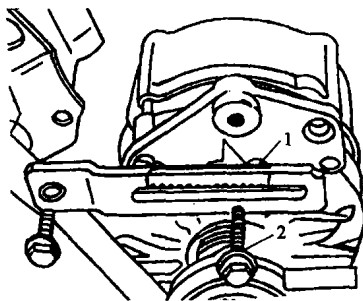
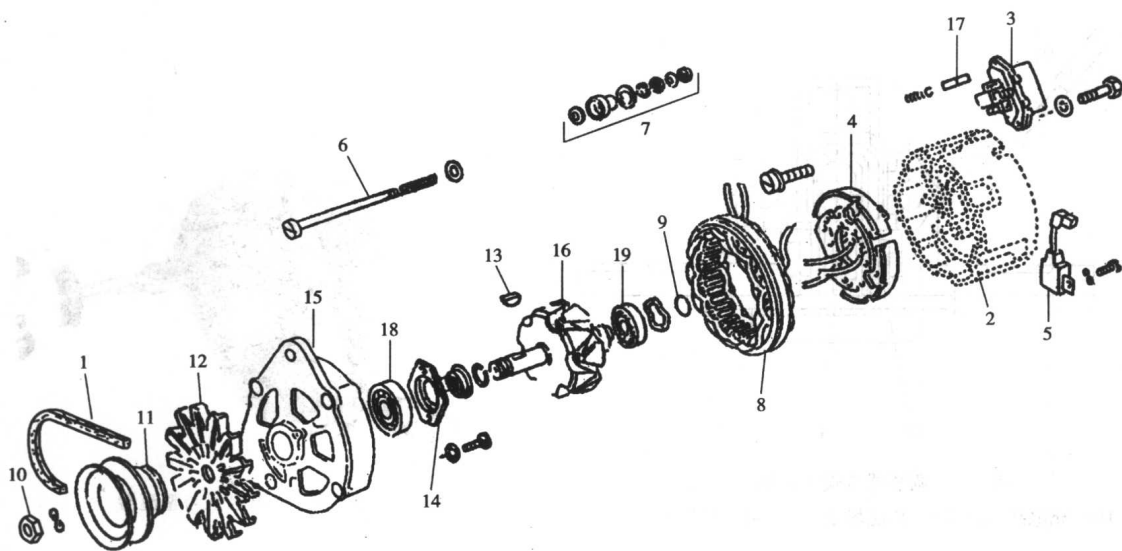

图 1-2 旋松齿条紧固螺钉的张紧螺母
图 1-3 发电机分解顺序
- (1)旋松齿条紧固螺钉的张紧螺母,回转螺钉(如图 1-2 中所示 2),使皮带松弛。
- (2)拆下发电机 B+、D+、E 端子连接导线。
- (3)取下皮带。
- (4)取下紧固螺钉。
- (5)取下齿条 1。
(6)拧下发电机下端支承连接螺栓 6(见图 1-3),取下发电机。
2. 按图 1-3 所示数字顺序分解发电机各个零件(以大众轿车使用的 JFZ 发电机为例,其他型号发电机可参考进行)。